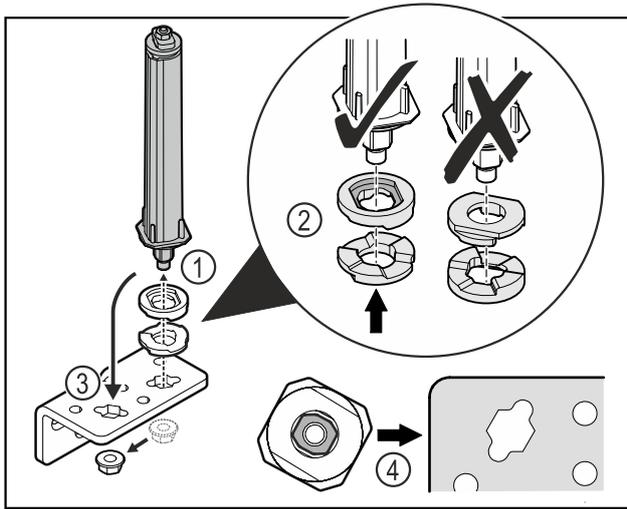

Fig. 40
- ▶ Atlaisvinkite veržlę ir pašalinkite durų uždarymo sistemą Fig. 40 (1).
- ▶ Atkreipkite dėmesį į tai, kad aukščio reguliavimo poveržlės būtų tinkamai išlygiuotos Fig. 40 (2).
- ▶ Perkelkite durų uždarymo sistemą šarnyriniame kampuočiuje ir užfiksuokite veržlę Fig. 40 (3).
- ▶ Įstatydami atkreipkite dėmesį į tai, kad durų uždarymo sistema būtų tinkamai išlygiuota Fig. 40 (4).